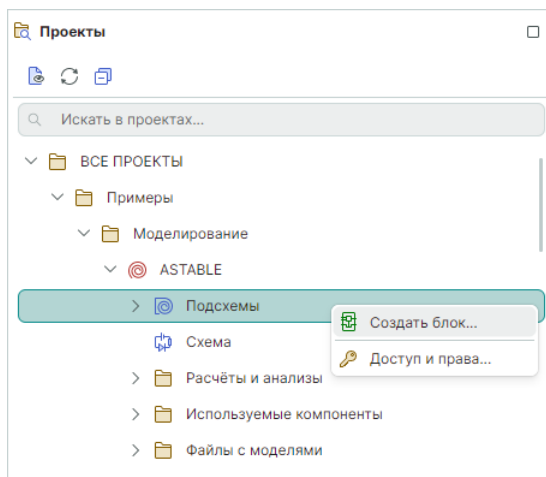

Рис. 51 Создание подсхемы
1. Вызовите контекстное меню для узла «Подсхемы» → «Создать блок», см. Рис. 51.